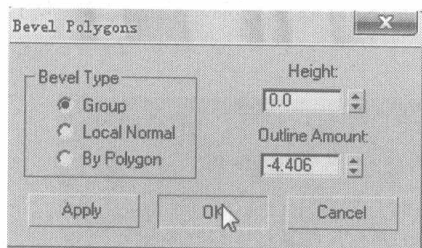
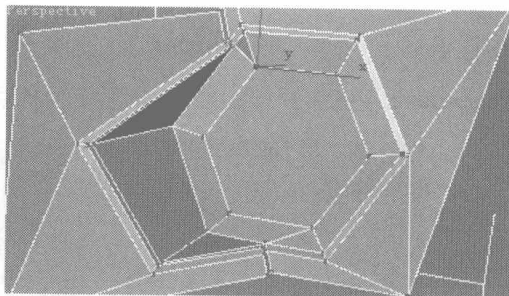

图 6.76
图 6.77
- 12 选择添加的面，在 Edit Polygons 卷展栏中单击 **Bevel** 右侧的小按钮，在弹出的对话框中设置倒角参数，如图 6.76 所示，并将多余的节点焊接，如图 6.77 所示。